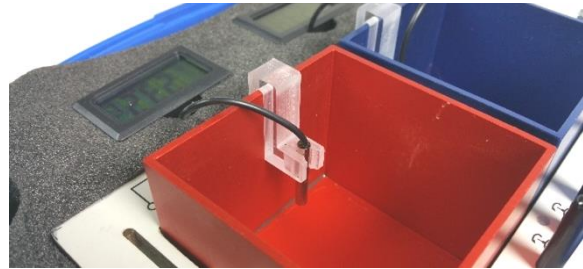

Fig. 1 : Positionnement des capteurs de température
- Positionner les capteurs de température dans les deux réservoirs comme illustré à la Fig. 1.